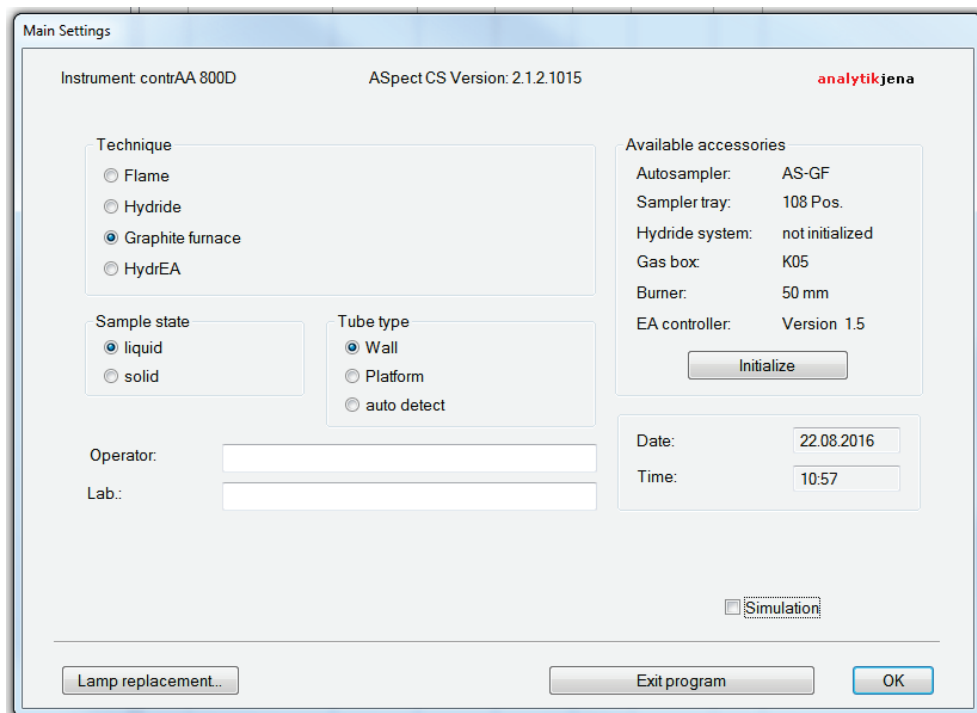

Fig. 35 Finestra MAIN SETTINGS di ASpect CS
1. Aprire il fornello di grafite con il pulsante [OPEN FURNACE] nella finestra FURNACE / CONTROL (Fig. 35 S.59).